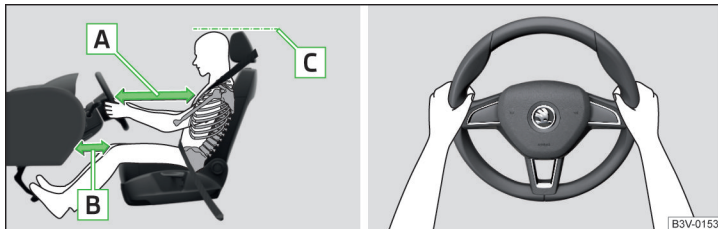

Fig. 15 Posición de asiento correcta del conductor / Posición correcta del volante
- ✓ Ajuste el asiento del conductor longitudinalmente de forma que la distancia de las piernas hasta el tablero de instrumentos en la zona del airbag de rodillas sea al menos de 6 cm » **fig. 15 - [B]**.
- ✓ Ajustar el volante de tal modo, que la distancia entre el volante y el esternón sea, como mínimo, 25 cm » **fig. 15 - [A]**.
- ✓ Ajuste el reposacabezas de tal modo que el borde superior del mismo se encuentre a ser posible a la misma altura que la parte superior de su cabeza (no es válido para los asientos con reposacabezas integrado) » **fig. 15 - [C]**.
- Durante la conducción, sujete el volante con ambas manos por el borde exterior de los lados en las posiciones de las "9" y "3" horas » **fig. 15**. No sujete nunca el volante en la posición de las "12 horas" o de cualquier otro modo (p. ej., en el centro, en el borde interior del volante, etc.). De lo contrario puede generarse lesiones graves en los brazos, manos y la cabeza cuando se activa el airbag.
- ✓ Ajuste el reposacabezas de tal modo que el borde superior del mismo se encuentre a ser posible a la misma altura que la parte superior de su cabeza » fig. 15 de la pág. 20 - **C** (no es válido para los asientos con reposacabezas integrado).
- ✓ Ajustar el reposacabezas de tal modo, que el borde superior del mismo se encuentre de ser posible a la misma altura que la parte superior de la cabeza » fig. 15 de la pág. 20 - .